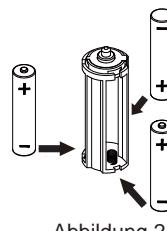

Abbildung 2
2. Legen Sie drei AAA-Batterien wie auf dem Batteriegehäuse (**2**) angezeigt ein (siehe Abbildung 2).